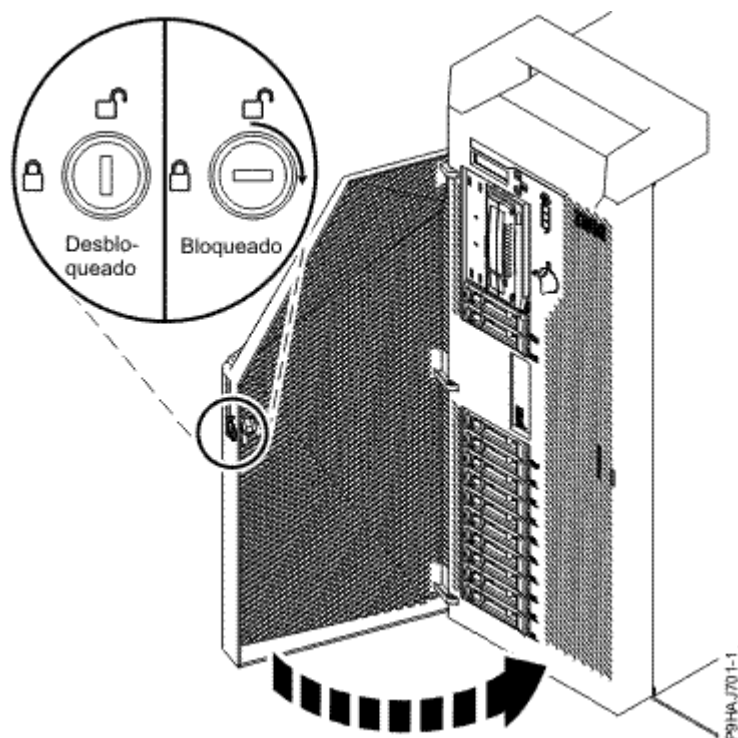

Figura 38. Bloqueo de la puerta frontal
- e) Cierre la puerta frontal. Inserte la llave de la puerta frontal en la cerradura, tal como se muestra en la Figura 38 en la página 40. Gire la llave hacia la derecha (en el sentido de las agujas del reloj) para cerrar la puerta. En posición horizontal está cerrada, en posición vertical está abierta.